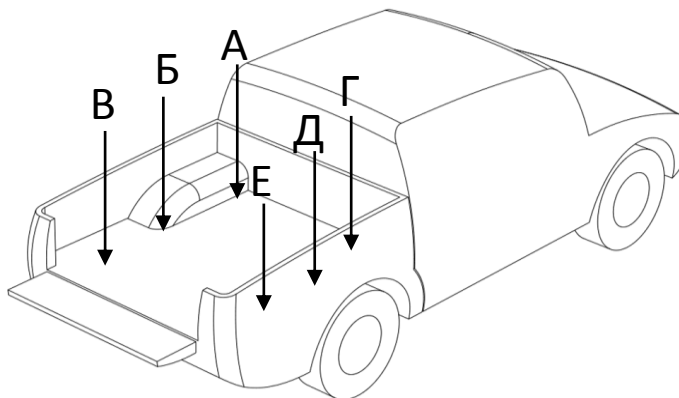

Рис.1
2. Вывернуть штатные болты А, Б и В из кузова автомобиля (рис.1).
4. Аналогично левой роликовой направляющей установить правую в места Г, Д и Е (рис.1). **Внимание! Болты не затягивать!**